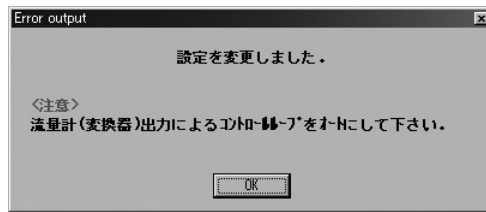

図52
- ⑥ 「OK」をクリックし、入力した設定値が変更されると、図52のようなメッセージボックスが現れますので、「OK」ボタンをクリックすれば設定は終了です。